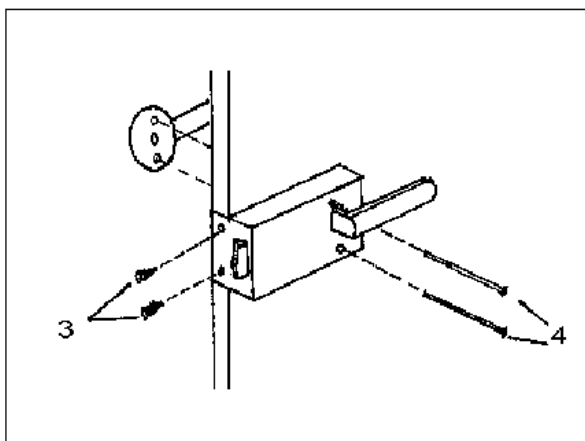

Figura 4 – Colocação do trinco.
2.2.5 Com os parafusos 3 e 4, coloque o trinco na porta conforme mostra a figura 4